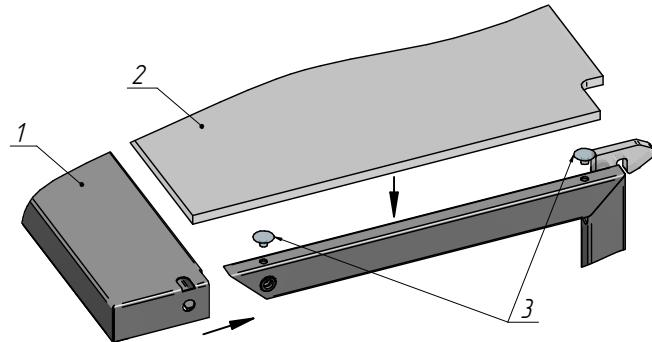

Рисунок 3
7. Установить стойки на витрину закрепив винтами M6x16 (1). Для более удобной установки стоек ослабить крепление держателя стекла (4) показанном на рисунке 1. После установки стоек крепления держателя затянуть.
9. Установить фонарь (1) на стойки. В отверстия в верхней части стойки установить присоски прозрачные (н№20922) (3). После установки присосок уложить на стойки стекло верхнее (2). (См. рисунок 3).